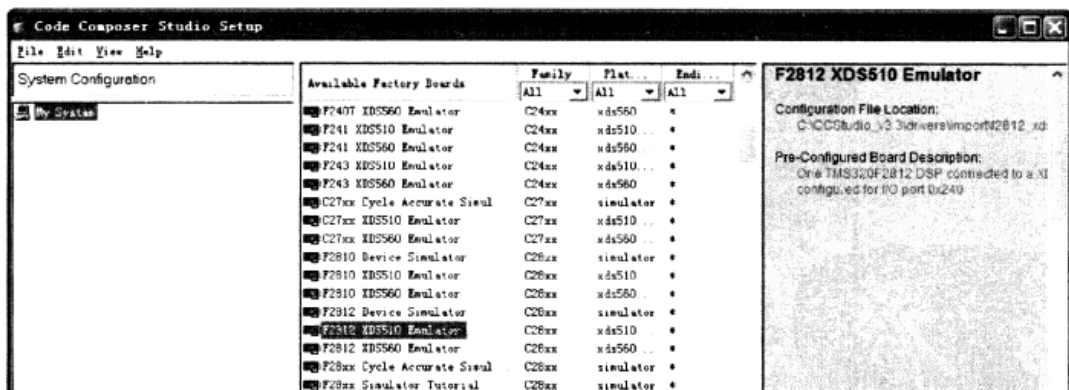

图 1-29 Setup Code Composer Studio v3.3 的配置步骤 2
② 在 Available Factory Boards 栏中找到 F2812 XDS510 Emulator,将其拖至 System Configuration 栏内,如图 1-29 所示。介绍一个小诀窍,可以在 Family 下拉列表框选择 C28xx,Platform 下拉列表框选择 xds510 来较快地找到 F2812 XDS510 Emulator。